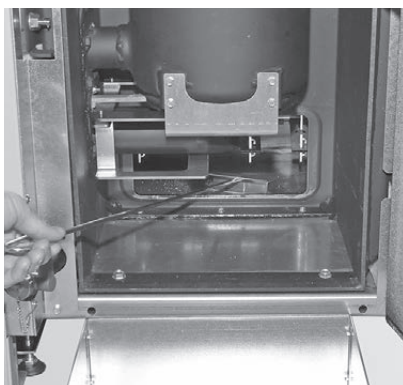

Fig. 43 Rimuovere la cenere sotto la superficie riscaldante nel recipiente per la cenere
- ▶ Con il raschietto rimuovere la cenere da sotto la superficie riscaldante nel recipiente per cenere – Fig. 43.